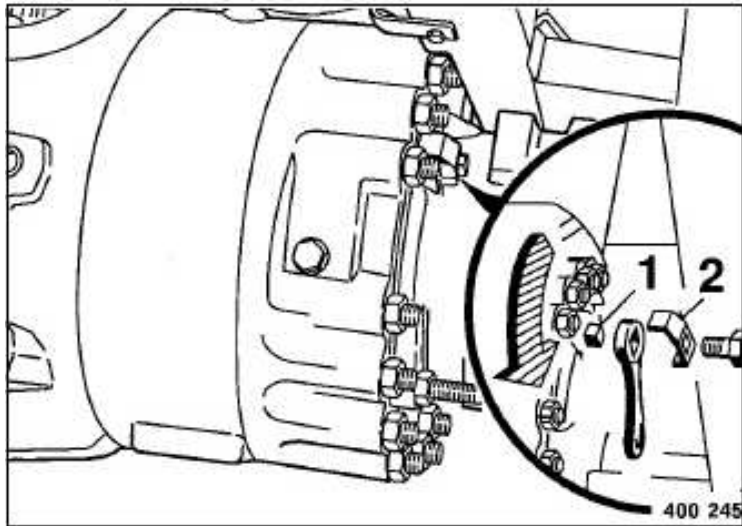

Fig. 163
- Desenroscar la chapa de seguridad 2 (Fig. 163).
- Girar el cuadrado (1) hasta el tope en sentido contrario de las agujas del reloj.